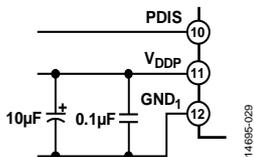
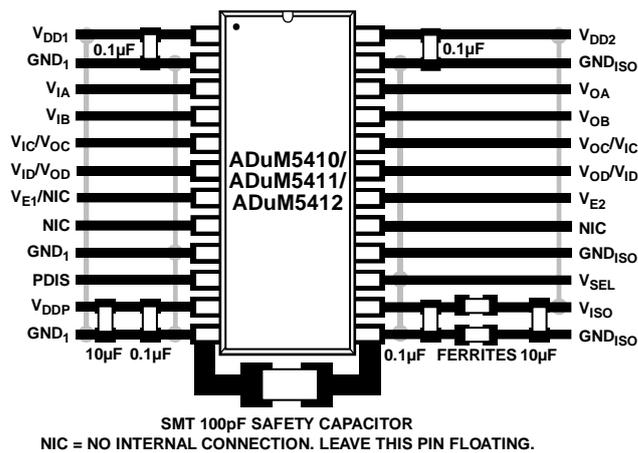

図 30. V_{DDP} のバイアスおよびバイパス用部品
図 32. 推奨プリント回路基板 (PCB) レイアウト
0.15 W *isoPower* 内蔵の DC/DC コンバータを組み込んだ ADuM5410/ADuM5411/ADuM5412 デジタル・アイソレータに、ロジック・インターフェース用の外部インターフェース回路は不要です。入力および出力電源ピンには、電源バイパス・コンデンサを接続する必要があります (図 32 参照)。データ・チャンネルを正しく動作させるには、 V_{DD1} ピンと GND_1 ピンの間、および V_{DD2} ピンと GND_{ISO} ピンの間の、チップ・パッドにできるだけ近い位置に、容量が $0.01 \mu\text{F} \sim 0.1 \mu\text{F}$ の低 ESR バイパス・コンデンサを接続する必要があります。電源を効果的にバイパスするには、*isoPower* 入力にいくつかの受動部品を接続するとともに、出力電圧を設定してコア電圧レギュレータをバイパスする必要があります (図 30 ~ 32 を参照)。
電磁放射レベルを下げるために、 V_{ISO} ピンと GND_{ISO} ピンの間、および PCB トレース接続の間の高周波電流に対するインピーダンスを大きくすることができます。この EMI 抑制方法を使用する場合は、図 32 に示すように、 V_{ISO} ピンおよび GND_{ISO} ピンと直列に表面実装フェライト・ビーズを配置することによって、放射信号をその発生源で制御します。125 MHz の 1 次側スイッチング周波数と、250 MHz の 2 次側整流周波数および高調波の放射を減らすには、インピーダンスが 100 MHz ~ 1 GHz の周波数範囲で約 $2 \text{ k}\Omega$ となるようなフェライト・ビーズを選択します。適切な表面実装フェライト・ビーズの例については、表 33 を参照してください。放射量をさらに減らすには、高電圧 SMT 安全コンデンサを使って PCB スティッチング容量を実装することができます。最適性能を実現するには、図 32 に示すように、 GND_1 (ピン 12) と GND_{ISO} (ピン 13) の間にコンデンサを直接接続することが重要です。このコンデンサは SMT サイズ 1812、電圧定格 3 kV で、TDK 製です (C4532C0G3F101K160KA)。